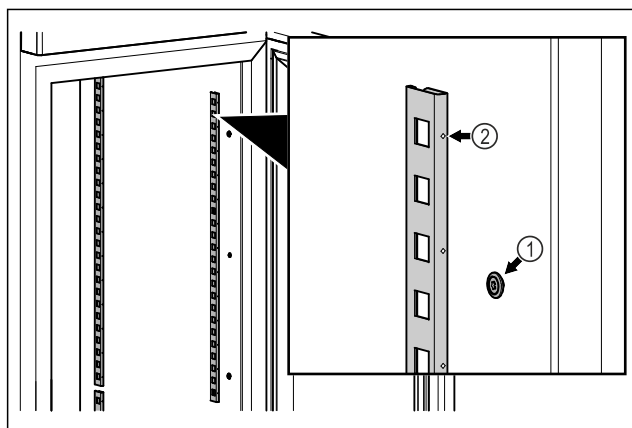

Fig. 15 Representación a modo de ejemplo
- Enganchar las tiras de retención en la suspensión Fig. 15 (1). La marca Fig. 15 (2) debe apuntar hacia delante.